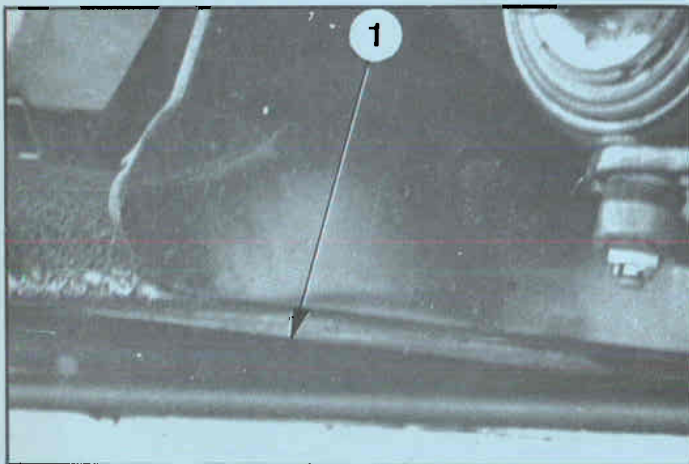

Fig. 25
1. De ruimte achter de beschermplaat waarachter zich de voorste hoogteregelaars links en rechts bevinden (afb. 25)
- Verwijder daartoe de stoppen (1) onder de beschermplaat en spuit door deze gaten.